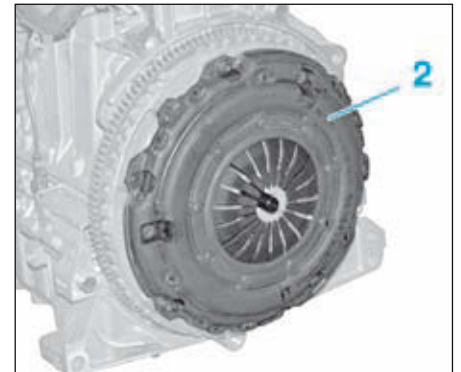

FIG.4
- le mécanisme d'embrayage (2) (Fig.4),